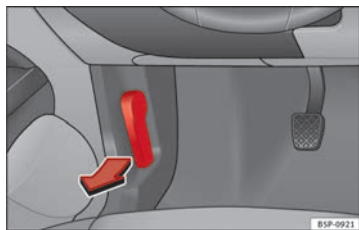

Abb. 157 Ausschnitt aus dem Fußraum auf der Fahrerseite: Entriegelungshebel für die Motorraumklappe
- Ziehen Sie den Hebel unter der Instrumententafel ⇒ Abb. 157 in Pfeilrichtung. Die Motorraumklappe wird durch Federwirkung entriegelt ⇒ ⚠.